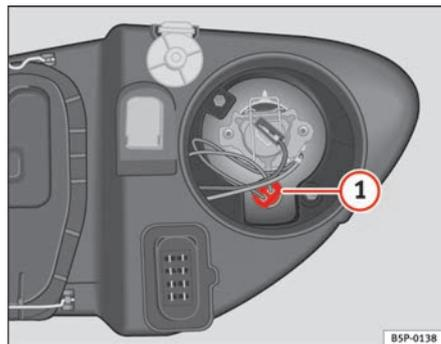

Fig. 189 Luz de presença
- Extrair o porta-lâmpadas ⇒ fig. 189 **1** para fora.